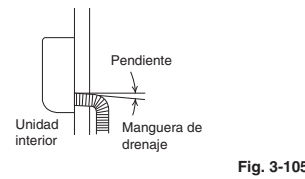

Fig. 3-105
- La manguera de drenaje debería estar inclinada hacia abajo y hacia el exterior. (Fig. 3-105)